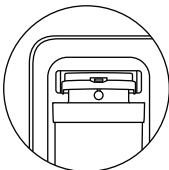

Fig. 3
3. Insertion parallèle et fixation du bas : Le long de la surface parallèle de la boucle, insérez en douceur l'élément filtrant latéralement dans le trou correspondant de l'appareil complet jusqu'à ce qu'il soit complètement inséré, tout en vous assurant que le bas de l'élément filtrant est correctement fixé à la boucle à ressort sous l'appareil complet, comme montré dans la Fig. 3.
3. Éteignez l'alimentation et la source d'eau : débranchez la prise d'alimentation du purificateur d'eau, fermez la vanne d'entrée, évacuez l'eau restante et appuyez sur le bouton circulaire du milieu, comme montré dans la Fig. 3.